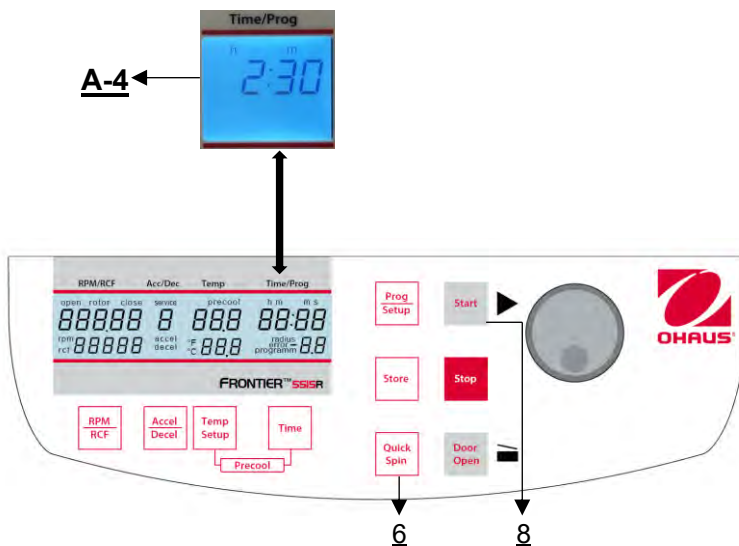

Figure 26
Vous pouvez démarrer la centrifugeuse soit avec la touche "**Start**" (8), soit avec la touche "**Quick Spin**" (6) (voir **figure 26**). La touche "**Start**" (8) permet de démarrer des cycles mémorisés ou des cycles dont les paramètres sont présélectionnés manuellement. La centrifugeuse s'arrête automatiquement à la fin de la durée de fonctionnement présélectionnée. La touche "**Quick Spin**" (6) permet de lancer des cycles qui ne durent que quelques secondes.